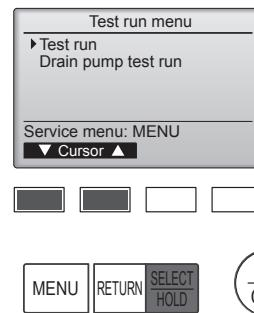

Fig. 6-4
④ Sélectionnez "Test run" (Test fonctions) à l'aide du bouton [F1] ou [F2] puis appuyez sur le bouton [SELECT/HOLD]. (Fig. 6-4)